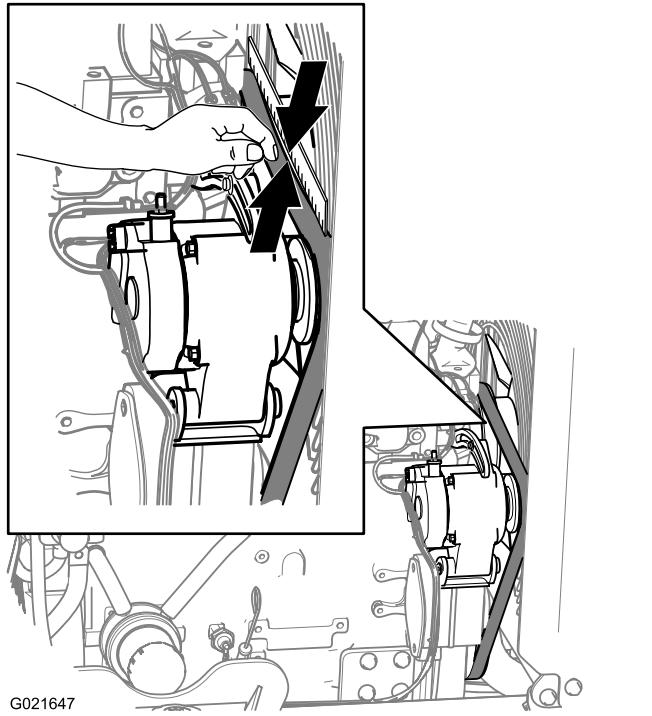

Figura 117
3. Inspecione a correia quanto a cortes, rachaduras, fios soltos, graxa, óleo, torção ou sinais de desgaste anormal (Figura 117).
3. Posicione uma régua sobre a correia, entre as polias, como mostra a Figura 117.
4. Pressione a correia para baixo no ponto intermediário entre a polia do ventilador e a polia do alternador, como mostrado na Figura 117.